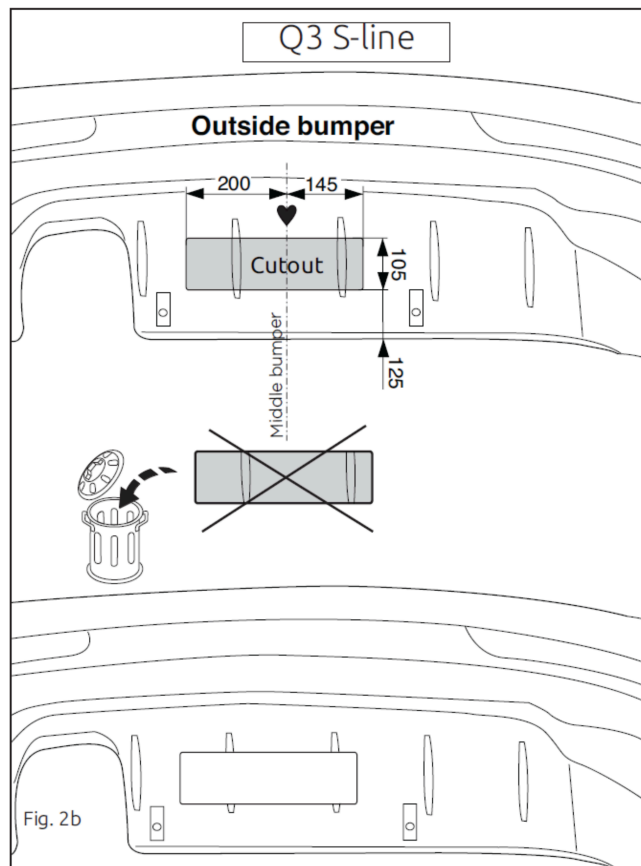

Fig. 10
7. Выпилить обозначенную часть, как указано на рис. 10,11,12, & 13.